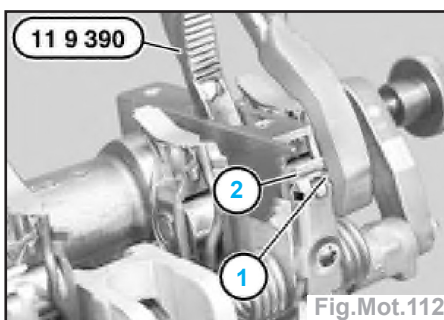

Fig.Mot.112
Nota : le pion (1) de l'outil **11 9 390** doit venir se loger dans le décrochement (2) de la plaque de fixation (Fig.Mot.112).